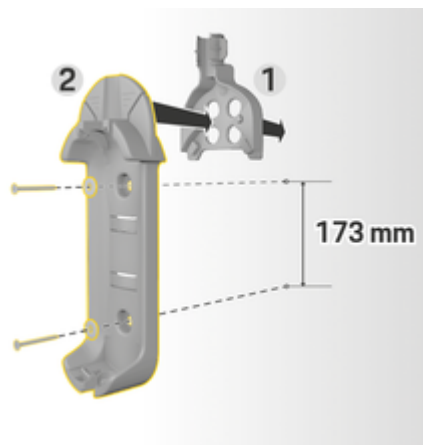

Рис. 170 Розміри отворів
3. Вставте базове настінне кріплення 2 (Рис. 170) спереду в кабельний канал 1 (Рис. 170) і притисніть.